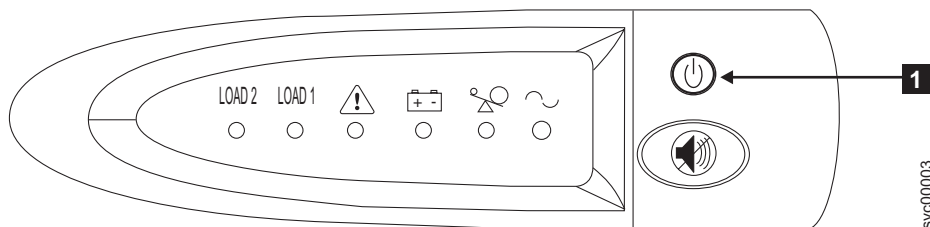

图 218. 2145 UPS-1U 前面板组合件
1. 在 2145 UPS-1U 的前部，按住开关按钮（图 218 中的 **1**），直至电源指示灯熄灭为止（大约 5 秒钟）。在某些 2145 UPS-1U 版本上，您需要使用一个尖头设备（如螺丝刀）来按压开关按钮。2145 UPS-1U 进入待机方式。